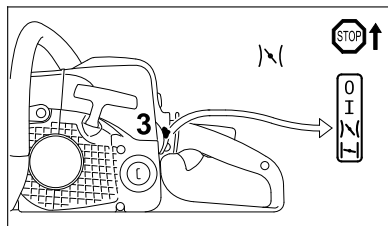

Рис. 49
- Комбинированный рычаг (рис. 49, поз. 3) установить в положение газа запуска >|< и продолжить запуск.